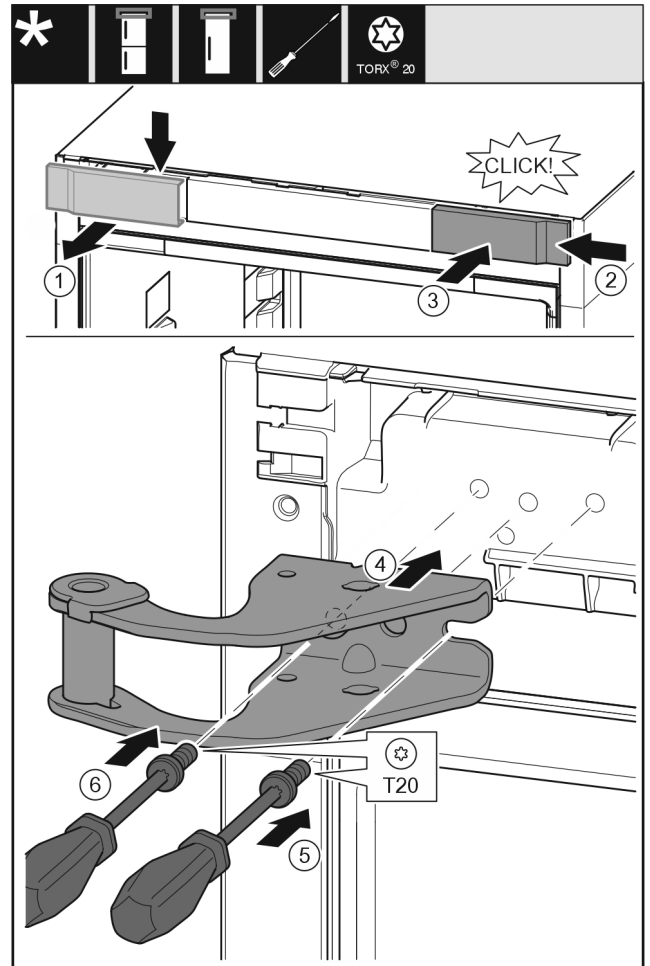

Fig. 32
- Abdeckung Fig. 32 (1) von oben nach vorne abnehmen.
- Abdeckung Fig. 32 (2) um 180° gedreht auf der anderen Seite von rechts einhängen.
- Abdeckung Fig. 32 (3) einrasten.
- Oberen Lagerbock Fig. 32 (4) ansetzen.
- Schraube Fig. 32 (5) mit Schraubendreher ansetzen und festdrehen.
- Schraube Fig. 32 (6) mit Schraubendreher ansetzen und festdrehen.